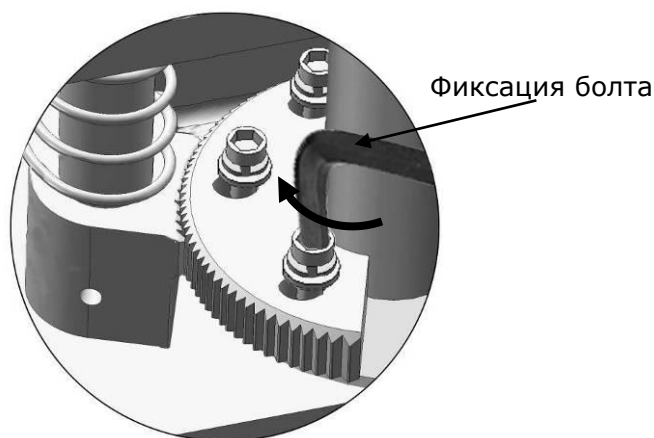

Рис. 35
4. Отрегулируйте шестерню и замковое устройство, чтобы они вошли в зацепление, затем затяните болты замкового устройства (см. рис. 35).